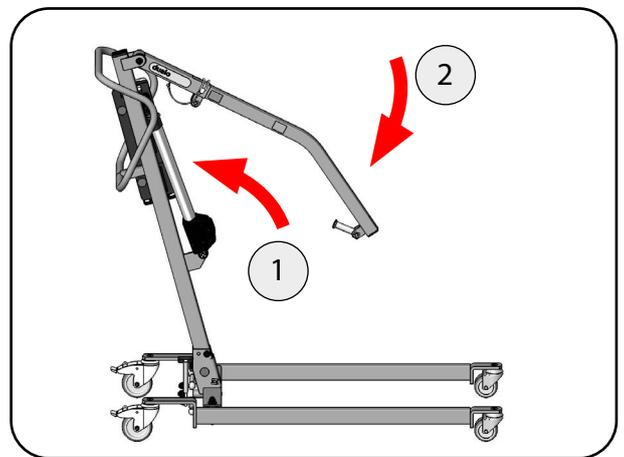

Abbildung 61
2. Schwenken Sie zuerst den Motor und dann die Hebearmaufnahme bzw. den Hebearm standard zum Standmast (Abbildung 61). Fixieren Sie den Motor und die Hebearmaufnahme bzw. den Hebearm standard mittels Kabelbinder oder Klettband am Standmast.